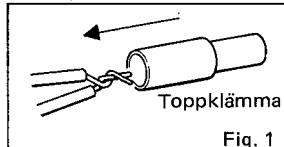

Fig. 1
1. Skruva toppklämman (artikelnr. 2-SDL) över kablarna som visas i Fig. 1.